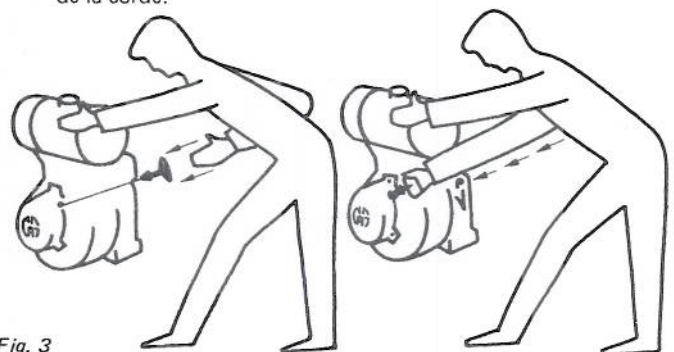

Fig. 3
b) Au moyen du réenrouleur: tirer énergiquement sur la corde. Après avoir tiré la poignée, ne pas la lâcher, mais l'accompagner jusqu'au support (voir fig. 3). Si le réenrouleur ne fonctionne pas, déposer ce dernier, le moteur peut alors être lancé au moyen de la corde.